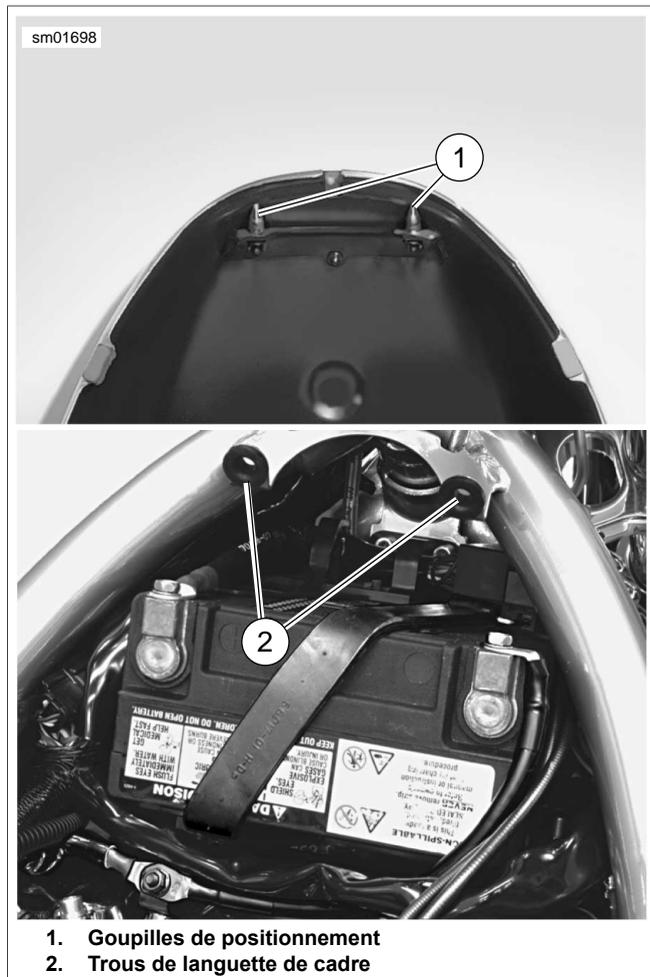

Figure 1-16. Couvercle de boîte à air et languettes de cadre (typiques)
14. Voir Figure 1-16. Positionner le couvercle de la boîte à air, de façon que les goupilles de positionnement (1) s'engagent dans les trous des languettes de cadre (2).